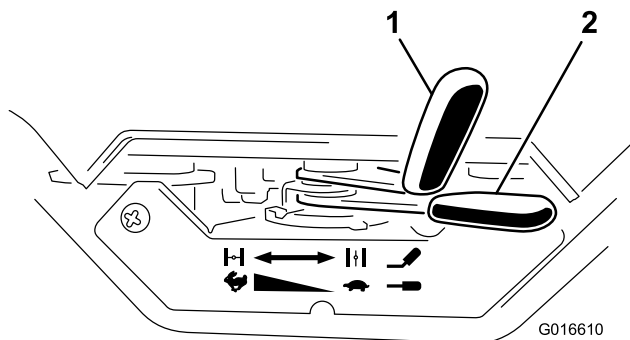

Figure 12
1. Amenez la commande de starter en position En service (Figure 12).
2. Déplacez la commande d'accélérateur d'un tiers de sa course vers la position haut régime (Figure 12).